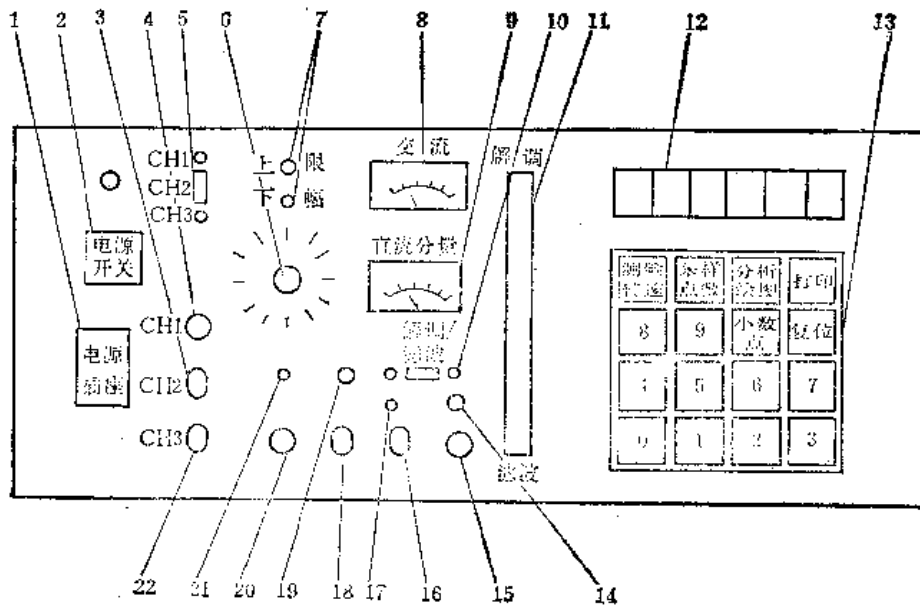

图19-1-21 JGZY-1型机械故障综合诊断仪面板
(2) JGZY-1的面板结构 如图 19-1-21 所示。